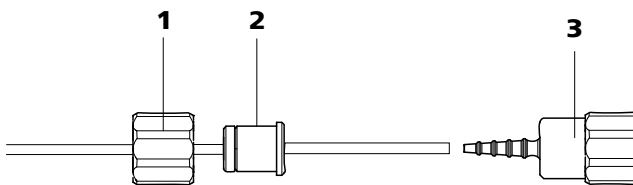

图31 安装不带过滤器的泵管接口
- **情况 B: 不带过滤器** 6.2744.160 (参见图31, 第44页)